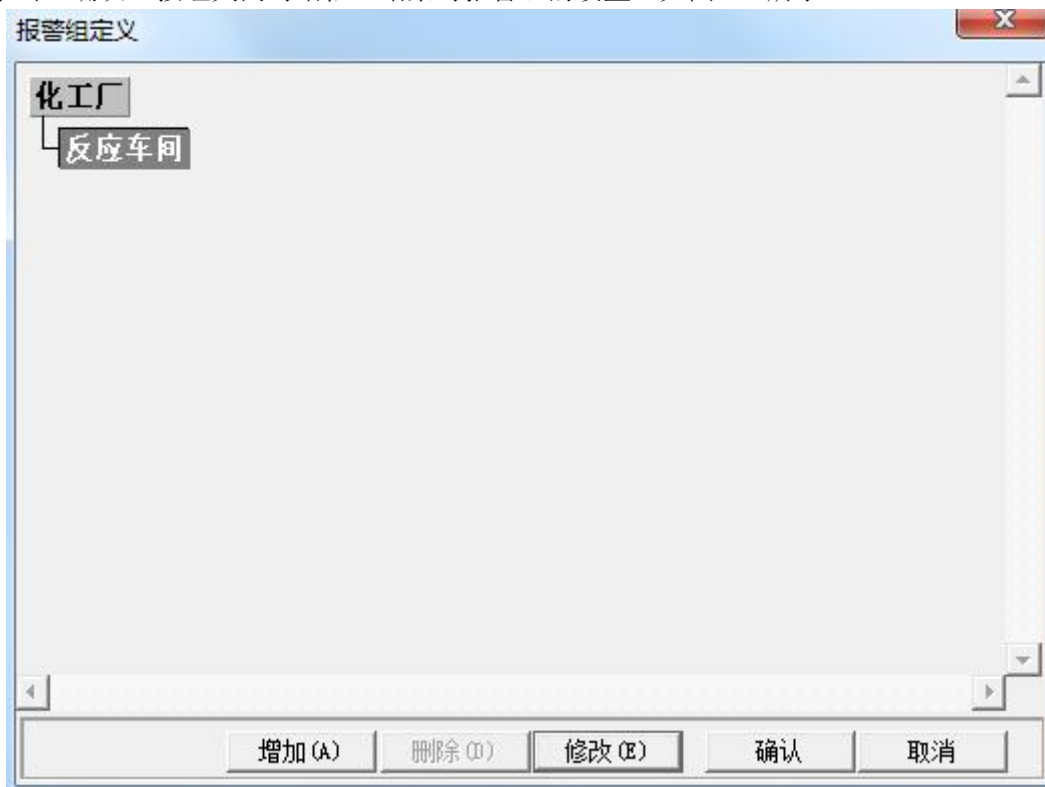

图 5-2 设置完毕的报警组窗口
- 4、单击“确认”按钮关闭对话框，结束对报警组的设置，如图 5-2 所示。